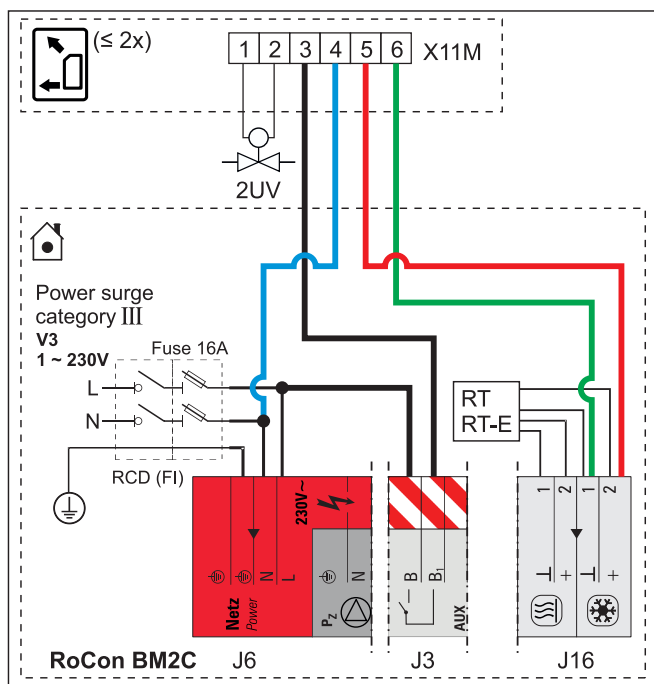

Fig. 4-41 Ligação do HP convector (máx. 2) à Daikin Altherma EHS(X/H)
- Ligação elétrica do HP convector com o acessório seguinte de acordo com Fig. 4-41 como contacto de comutação (aquecimento/refrigeração) no módulo básico.